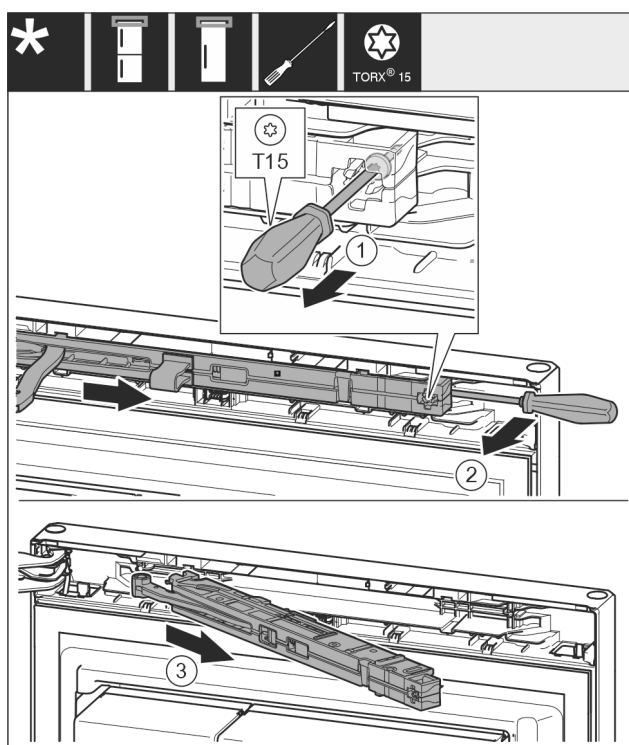

Fig. 11
- ▶ Odkręcić śrubokrętem śrubę Fig. 11 (1) na amortyzatorze zamykania drzwi na 14 mm.
- ▶ Wyczepić amortyzator zamykania drzwi Fig. 11 (2) śrubokrętem po stronie uchwyty.
- ▶ Wyjąć amortyzator zamykania drzwi Fig. 11 (3).